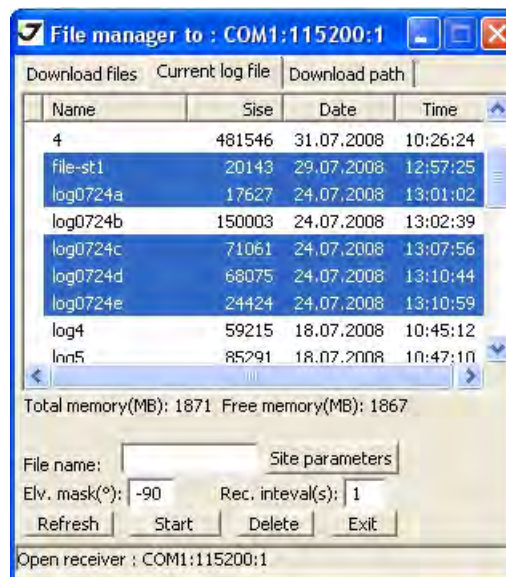

Рисунок 5-6. Закладка *Current log files*
3. Нажмите *File* ► *File Manager*, затем откройте закладку *Current log files* и выберите файлы, которые нужно удалить (Рисунок 5-6).
5. Нажмите *Delete* (Рисунок 5-6 на стр. 77).